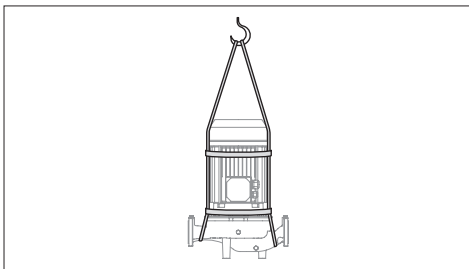

РИС. 1: Підйом насосів 3Е за допомогою троса
УВАГА! ЩОБ ПІДНЯТИ АБО ПЕРЕМІСТИТИ НАСОС З ПРИВОДОМ ВІД ДВИГУНА, ВИКОРИСТОВУЙТЕ ТРОС, ДОСТАТНЬО МІЦНИЙ, ЩО ВИТРИМУЄ ЙОГО ВАГУ, ДБАЮЧИ ПРО ТЕ, ЩОБ НЕ НАХИЛЯТИ НАСОС НАДТО СИЛЬНО (РИС. 1);
- Викрутіть болт між корпусом насоса та кронштейном двигуна та просто зніміть двигун в осьовому напрямку. Використовуйте будь-який підходящий підйомник при підйомі/переміщенні насоса. (РИС. 1)